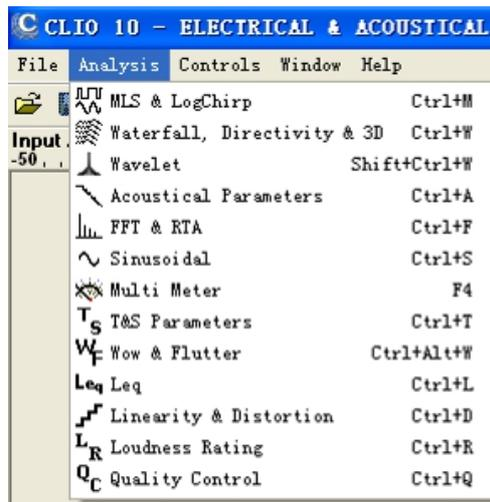

图4-15
1) [ANALYSIS]分析器菜单集合了CLIO10 所有的测量功能，并可以通过快捷键调用，如图4-15。